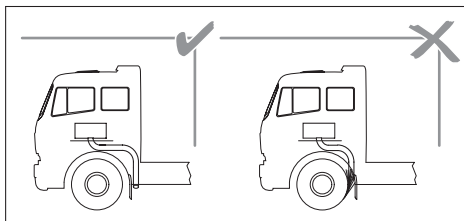

Рис. 19: Не допускайте блокировку
- ✓ Выход отработанных газов не должен блокироваться. См. Рис. 19.